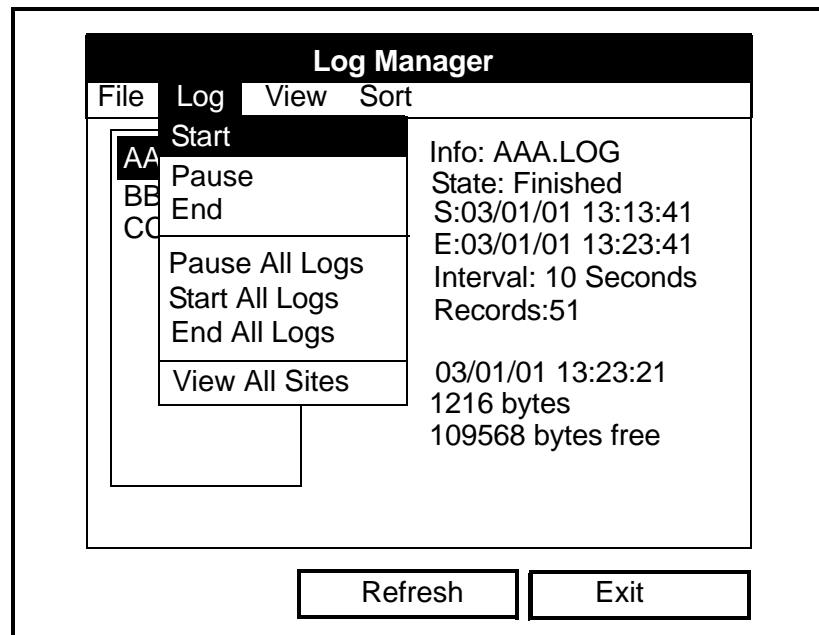

Figura 5-9: Menú Log (Registro) en Log Manager (Gestor de registro)
2. Pulse la tecla [▶] para resaltar el menú *Log* (Registro). A continuación, pulse [ENTER] y se abrirá una ventana como la de la figura 5-9.